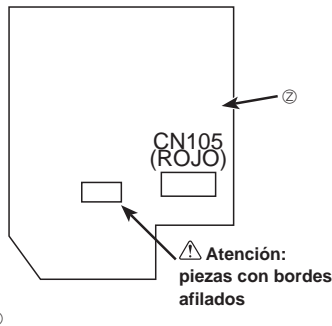

Fig. 6-6
14. Conecte firmemente el cable eléctrico de la interfaz de radiofrecuencia al conector CN105 (ROJO) del panel del controlador interior. (Fig. 6-6)